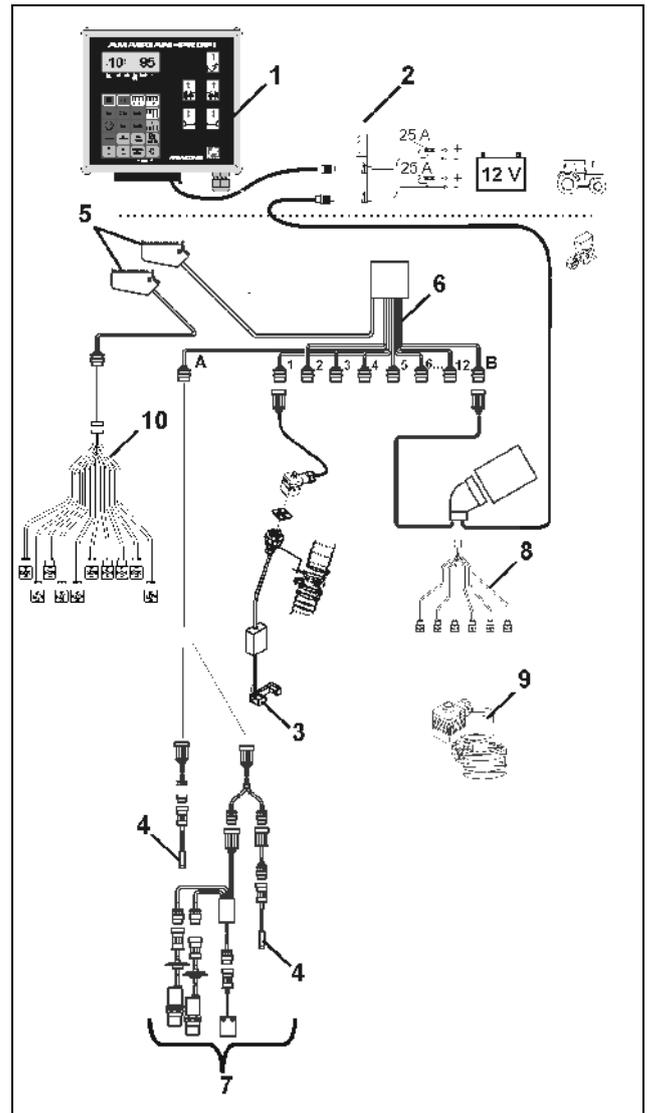

Fig. 3
**AMASCAN PROFI** (Fig. 3/...) besteht aus:
**AMASCAN PROFI** ist mittels Halter und Konsole (2) im Sichtfeld des Schlepperfahrers auf dem Schlepper montiert.